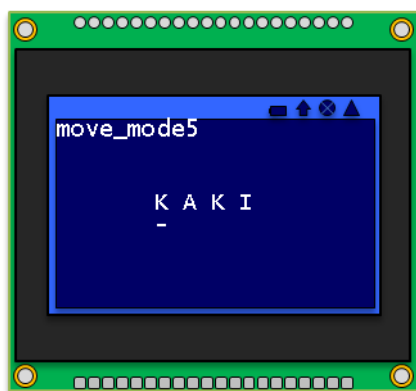

図14 GLCD1の表示
- 本モードに切り替わったとき、GLCD1は図14のように、モード名を画面上側、「KAKI」という文字を画面中央に表示する。カーソルは、「KAKI」の一文字目の「K」の下に表示する。カーソル周辺を拡大したようすを図15に示す。